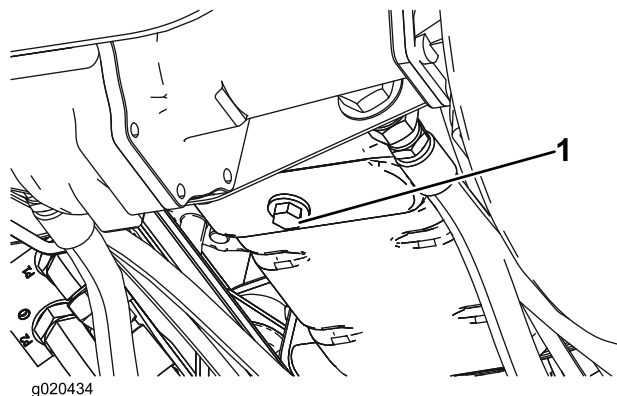

図 49
1. ドレンプラグ 図 49 を外してオイルを容器に受ける。オイルが完全に抜けたらドレンプラグを取り付ける。